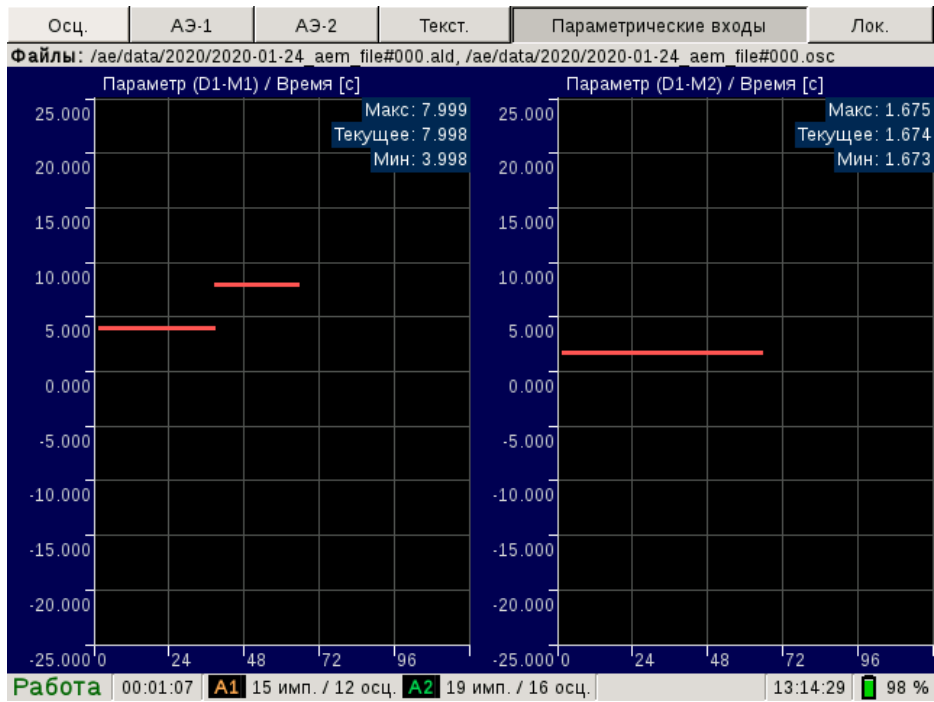

Рис. 4.5. Страница Параметрические входы
- ◇ страница **Параметрические входы** (рис. 4.5) содержит окна параметрических измерений по каналам D1 и D2, в частности для входов M1, M2 и T;